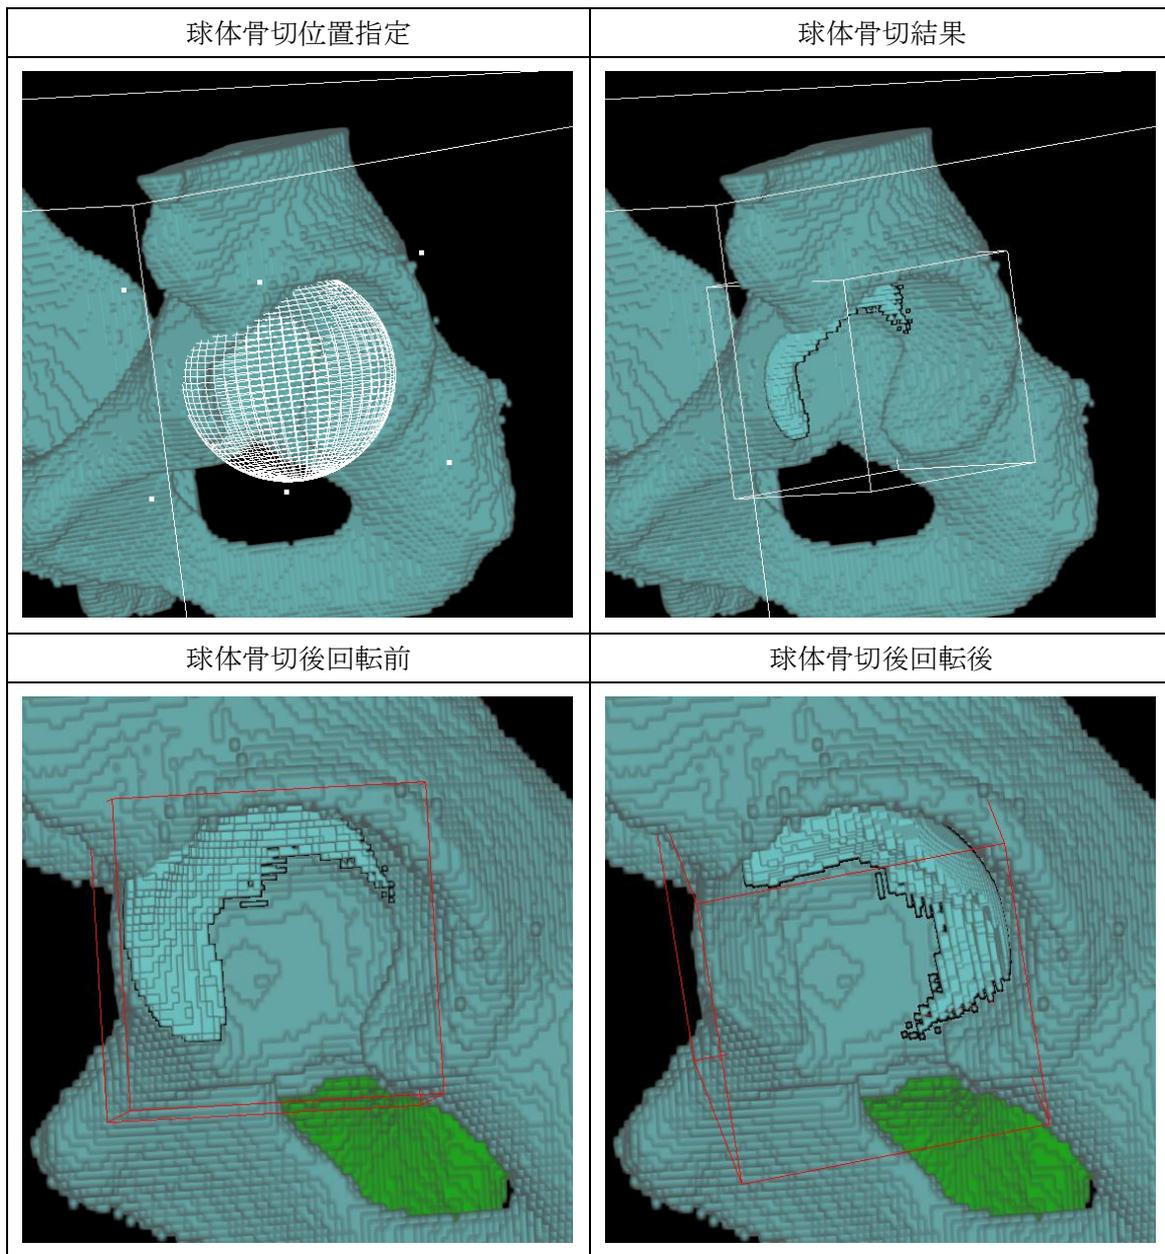

図 3.18.4 寛骨臼回転切断術の応用例（球体で分割した画像の回旋）
3. 領域内の画像のみを、通常のオブジェクト操作で回転させることが可能です（図 3.18.4）